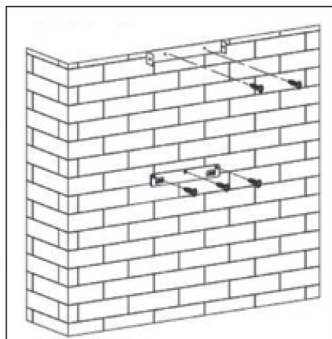

Рис. 10
1. Произведите разметку места установки вытяжки (см. рис. 10).